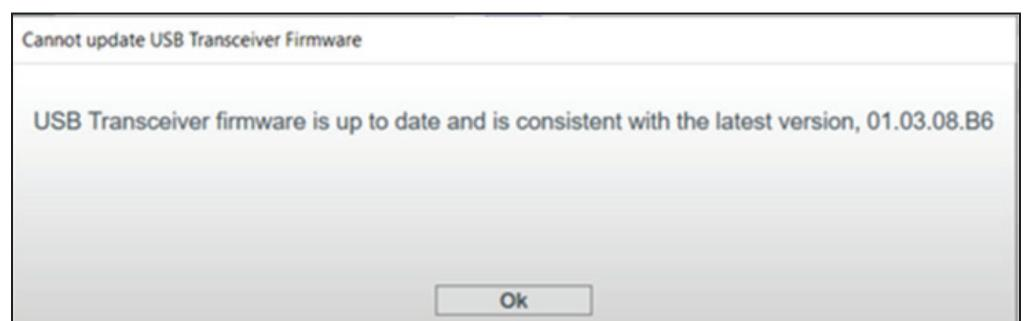

Figura 11. Caixa de diálogo informando impossibilidade de atualização do firmware do transceptor USB devido a este já estar atualizado.
**Nota:** Se o transceptor USB já estiver atualizado, a caixa de diálogo mostrada na Figura 11 é apresentada.